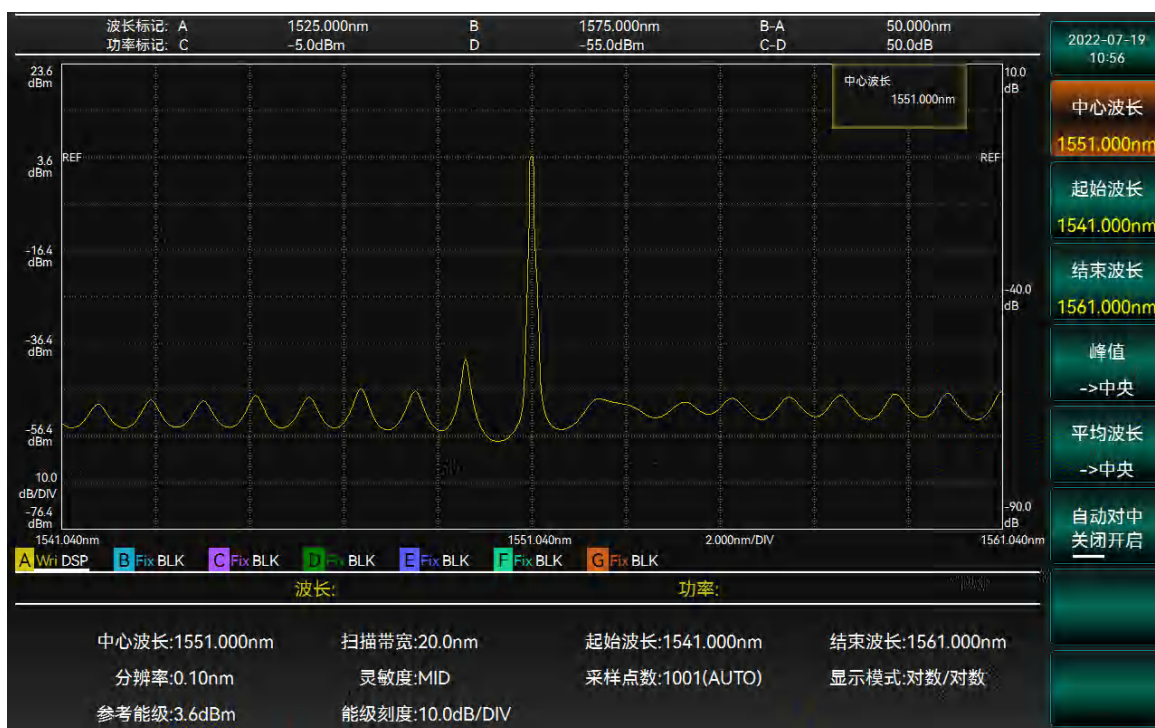

图 3-13 设置中心波长界面
2. 选择【中心波长】/【起始波长】/【结束波长】，通过旋钮或者数字键输入波长值，完成设置。操作界面如图 3-13 所示。